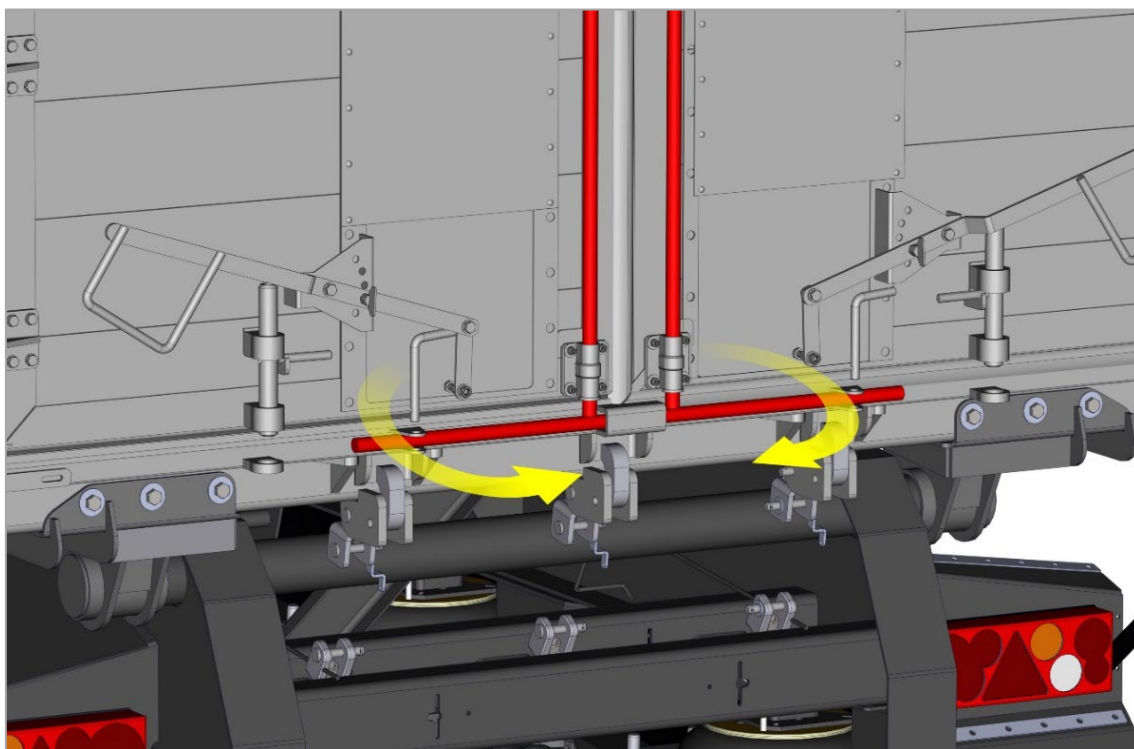

Рис. 41.1. Открытие дверей с помощью штанг
- повернуть штанги и открыть двери (Рис. 41.1).